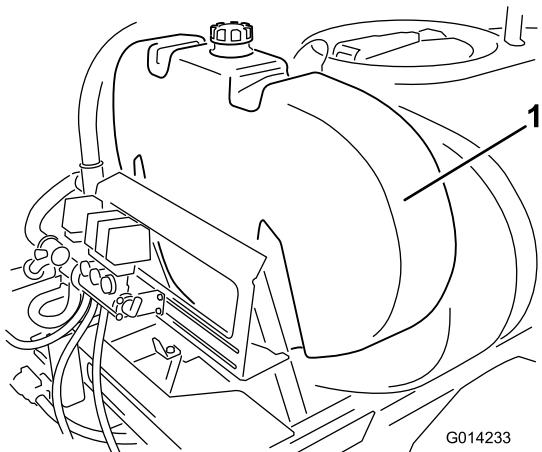

Figura 9
1. Instale el depósito de enjuague, según se muestra en **Figura 9**.